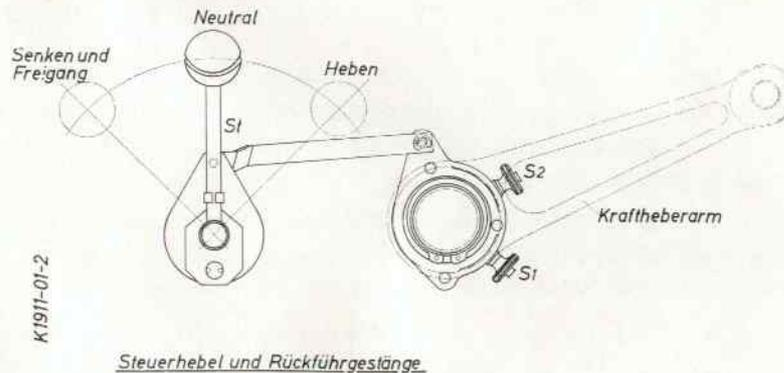

Abb. 5
5. Rückführgestänge (Abb. 5) vom linken Kraftheberarm zum Steuerhebel „St“. Dieses Rückführgestänge ist so eingestellt, daß bei Erreichen der höchsten Kraftheberarm-Stellung der Steuerhebel „St“ aus der Lage „Heben“ in die Neutral-Stellung zurückgedrückt wird.
Die Schaltstellungen des Steuerhebels „St“ sind aus Abb.5 ersichtlich. Durch feinfühliges Betätigen des Steuerhebels kann das Heben oder das Senken von schnell bis langsam geregelt werden.